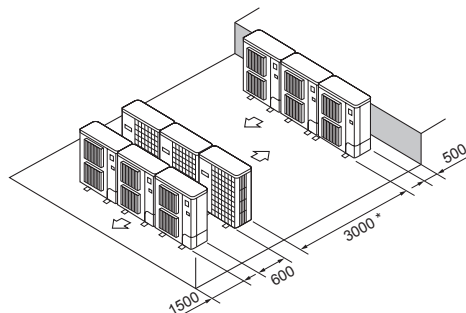

Fig. 2-18
- ⑥ Disposición en paralelo de varias unidades (Fig. 2-18)